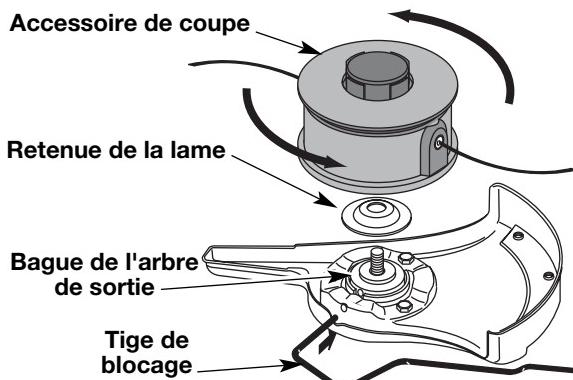

Fig. 14
- Alinez le trou de la bague de l'arbre avec la fente de la tige de blocage, puis insérez la tige dans le trou. (Fig. 7). Placez la retenue de lame sur l'arbre de sortie, la partie plate reposant contre la bague de l'arbre tel qu'indiqué sur la Fig. 14. Vissez l'accessoire de coupe à gauche sur l'arbre. Vissez bien.